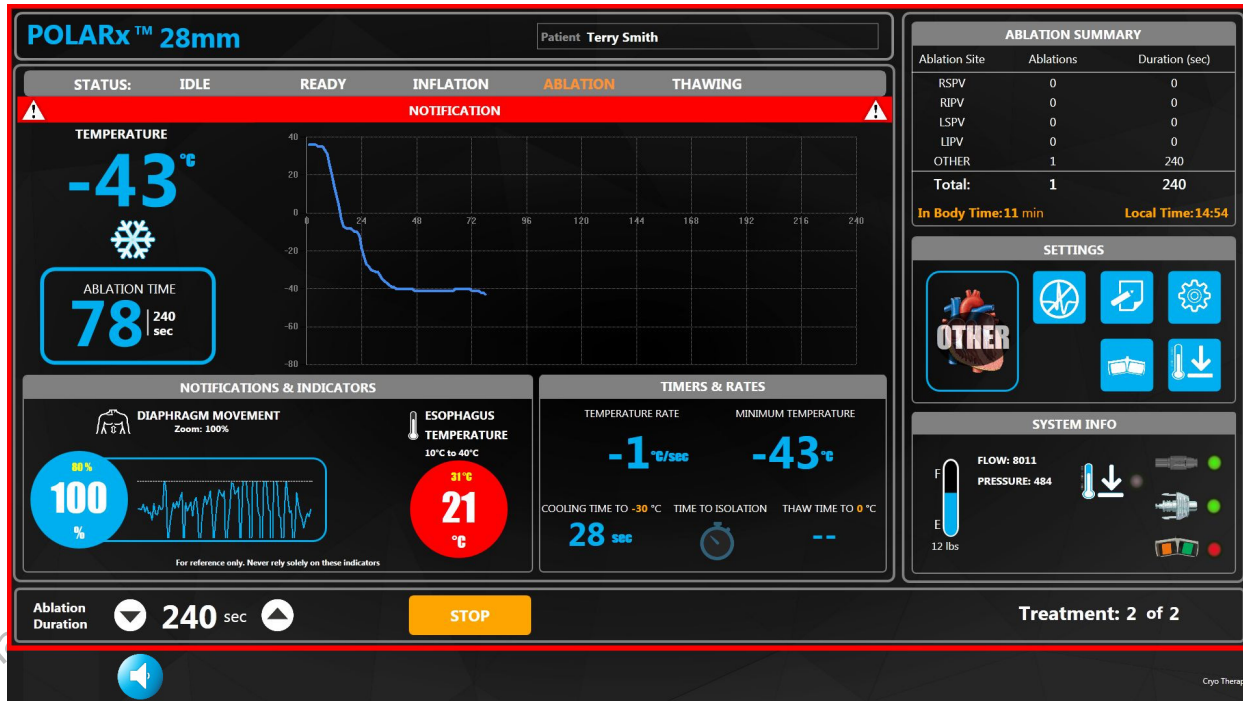

Figura 8. Alertă de temperatură pentru esofag
- Selectați valoarea numerică de lângă **Esophagus Temperature (Temperatură esofag)**. Setați temperatura esofagului la valoarea dorită folosind săgețile sus/jos. Când temperatura ajunge la pragul setat pentru acest câmp, afișajul de temperatură a esofagului pe ecranul de terapie își schimbă culoarea în roșu și începe să clipească, un contur roșu în jurul ecranului clipește și bara de titlu a graficului de temperatură clipește în culoarea roșie și este însoțită de un semnal sonor (Figura 8). Alerta poate fi afișată în timpul fazelor de umflare, ablație și dezgheț.
- Datele actuale de temperatură esofagiană vor fi afișate în °C. În cazul în care temperatura ajunge la valoarea setată, temperatura actuală apare într-un cerc roșu și clipește, un contur roșu în jurul ecranului va clipi, iar bara de titlu a graficului de temperatură va clipi în culoarea roșie și va fi însoțit de o notificare sonoră (Figura 8). Alerta apare în timpul fazelor de umflare, ablație și dezgheț.